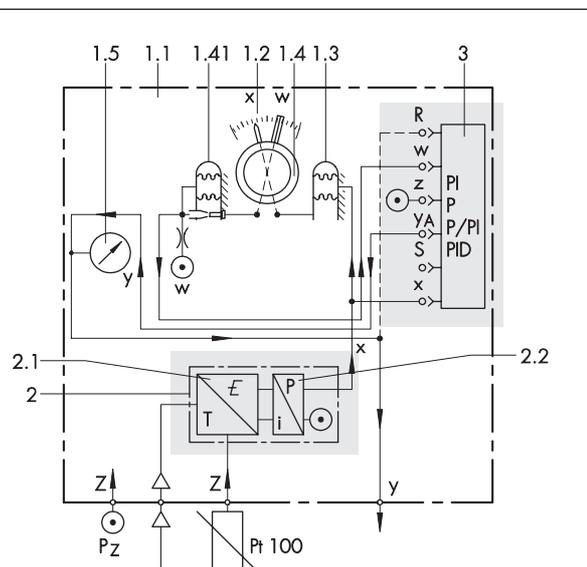

Bild 4 · Wirkbild, Festwertregler für Temperatur, Ausführung mit Reglerstation Typ 3432-01
Die in Bild 4 dargestellte Reglerstation (Festwertregler) enthält Skala (1.2), Istwertanzeige (1.3), Sollwertesteller (1.4) und Steckverbindungen zur Aufnahme eines Reglerbausteins (3). Beim Herausziehen des Bausteins werden die pneumatischen Steckverbindungen dicht abgeschlossen. Das Istwertsignal x erzeugt an dem Balg-Messsystem der Istwertanzeige (1.3) einen Ausschlag, der über ein Zeigerwerk auf den Zeiger übertragen wird. Der Sollwert (Führungsgröße w) ist von vorne an der Skala (1.2) einstellbar. Die Stellung des Sollwertestellers (1.4) wird über ein Zeigerwerk auf den Sollwertgeber übertragen. Dieses Nachlaufsystem (1.41) formt den eingestellten Sollwert in ein pneumatisches Sollwertsignal (w) um, das dem Reglerbaustein zugeführt wird. Der Reglerbaustein vergleicht Istwert- und Sollwertsignal (x und w) und steuert in Abhängigkeit von der Regelabweichung und den eingestellten Regelparametern das Stellsignal  $y_A$  aus. Das Stellsignal ist mit der Stelldruckanzeige (1.5) und dem Ausgangsanschluss y verbunden.
Die in Bild 5 gezeigte Reglerstation entspricht weitgehend der Ausführung nach Bild 4. Sie enthält jedoch zusätzlich einen Hand-/Automatik-Schalter (1.6), einen Einsteller für Handbetrieb (1.7) und eine Differenzdruckanzeige (1.8). Stelldruckanzeige (1.5) und Ausgangsanschluss y sind bei Schalterstellung AUTOMATIK mit dem Automatik-Stellsignal  $y_A$  und bei Schalterstellung HAND mit dem am Einsteller (1.7) eingestellten Hand-Stellsignal  $y_H$  verbunden. Eine stoßfreie Umschaltung von Hand- auf Automatikbetrieb ist möglich, wenn der Differenzdruckanzeiger die Übereinstimmung von  $y_A$  und  $y_H$  anzeigt.